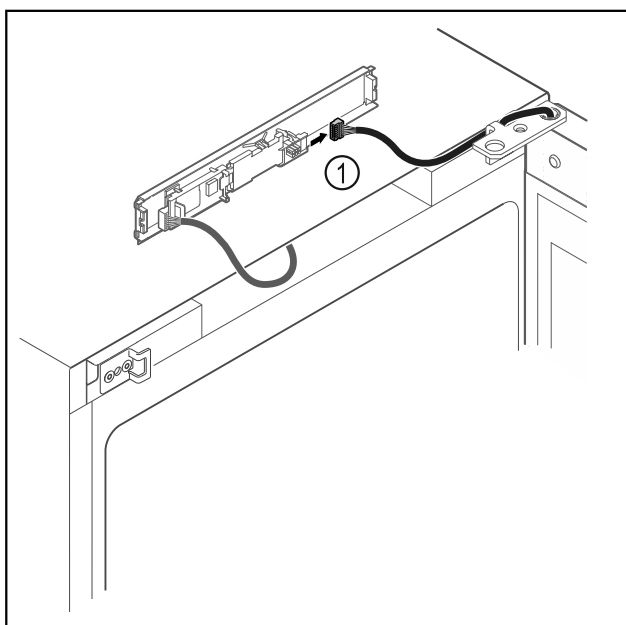

Fig. 10
- ▶ Tõmmake pistik Fig. 10 (1) trükkplaadist välja.